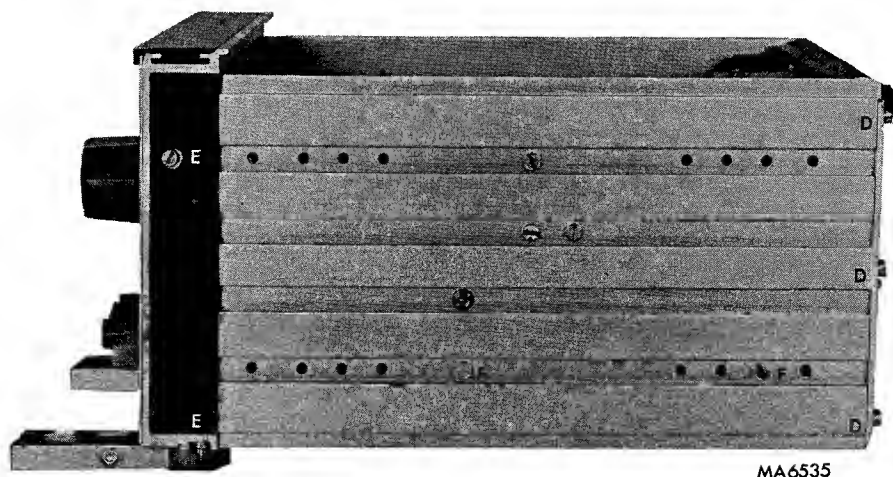

Abb. 29. Rechte Seitenansicht
C. RECHTE SEITENPLATTE (Abb. 29)